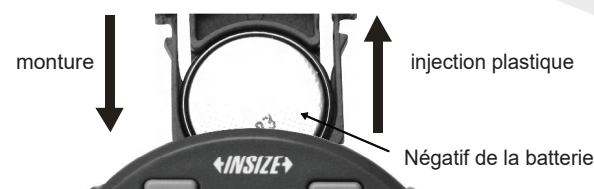

Fig.1
1. Retirez et installez la pile (CR2032) en orientant la borne négative vers l'extérieur (Fig.1).